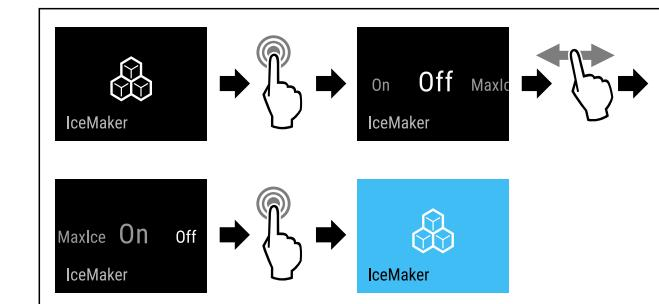

Fig. 16
- Изпълнете стъпките (вж Fig. 16).